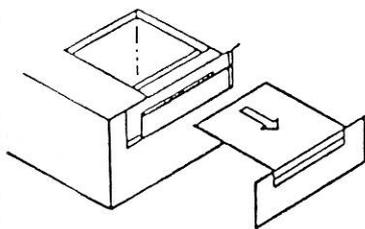

Fig. 1.7.
- 1) Oter le capot de l'imprimante en le tirant dans le sens indiqué sur la figure 1.7.